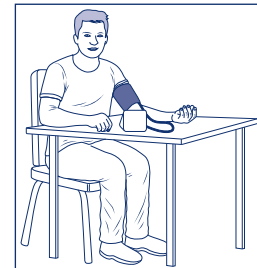

Bild 3
- Prüfen Sie, ob der Metallbügel der Manschette beim Schließen innerhalb der Markierung für den Armmumfang (OK) am Manschettenrand liegt (Bild 3).